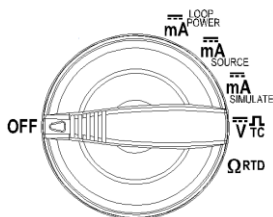

Рис. 3. Положения функционального переключателя в режиме («Источник») - 5 позиций). Данные функции имеют маркировку оранжевым и синим цветом на панели
- Рис. 3 и Таблица 3 - функции измерения 5-и положений переключателя (в начале шкалы).